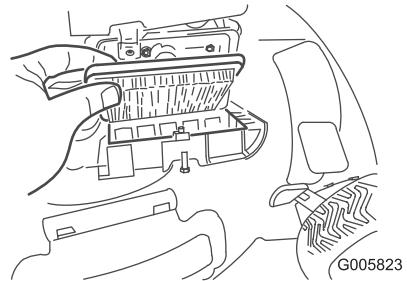

Figure 18
- Remplacez le filtre à air (Figure 18).